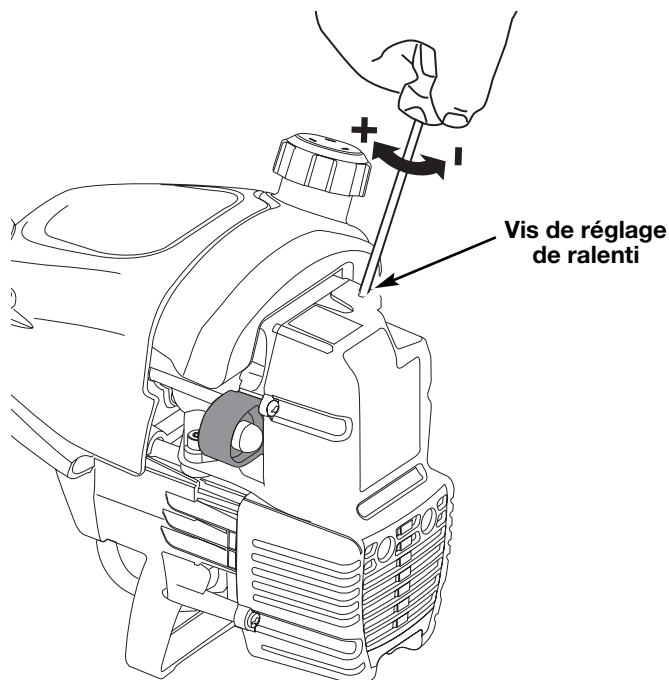

Fig. 42
Vous pouvez régler le ralenti du moteur à travers le couvercle du filtre à air/silencieux (Fig. 42).
2. Relâchez le levier d'accélérateur et laissez le moteur au ralenti. Si le moteur s'arrête, insérez un petit tournevis à embout cruciforme ou à tête plate dans le trou du couvercle du filtre à air/silencieux (Fig. 42). **Vissez** la vis de 1/8 de tour à la fois (selon le besoin), jusqu'à ce que le moteur tourne au ralenti.